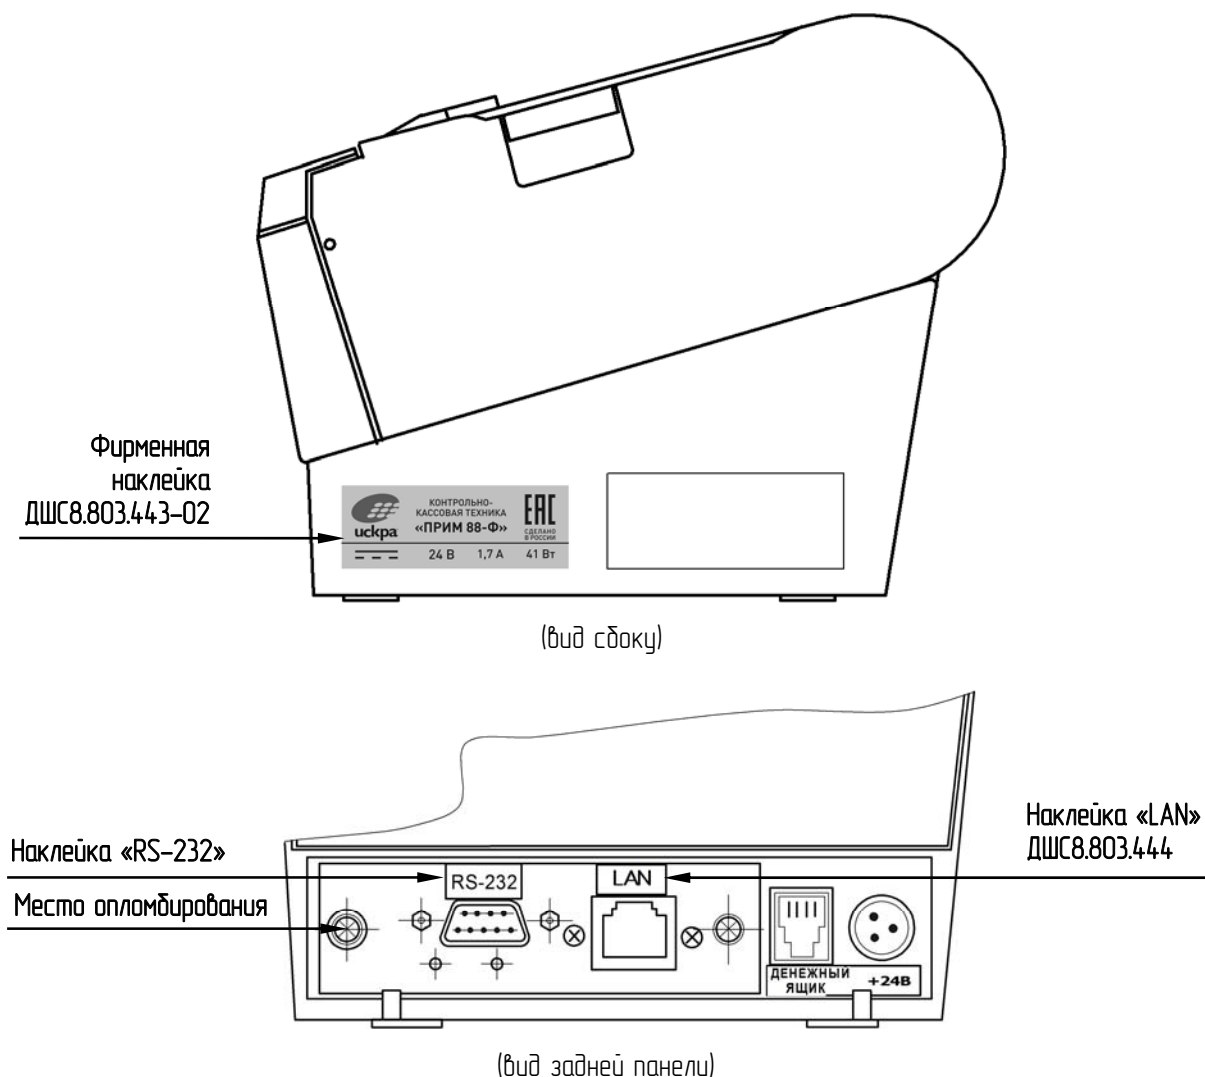

Рисунок 4.6 – Установка наклеек
4.17 Удалить фирменную наклейку (см. рисунок 4.6) и наклейку с заводским номером и датой выпуска (см. рисунок А.2).
4.23 Удалить фирменную наклейку (см. рисунок 4.6) и наклейку с заводским номером и датой выпуска (см. рисунок А.2).